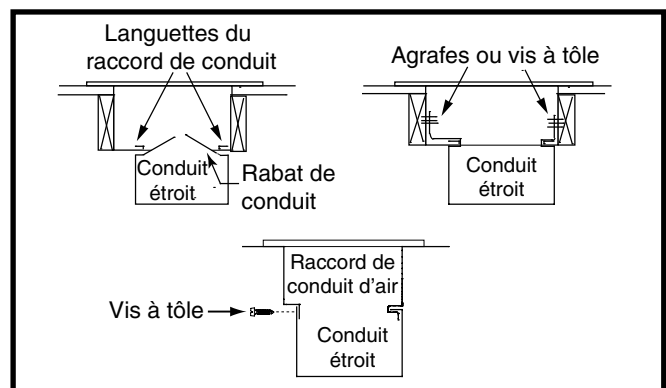

Figure 12. Conduits étroits
4. Pliez les languettes inférieures du raccord de conduit vers le haut et serrez-les le plus possible contre le conduit d'alimentation en air. Consultez la Figure 12 \(page 7\).